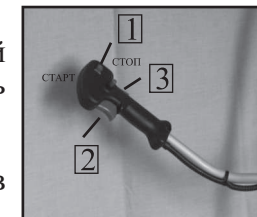

рис.7
8.2.2 Снимите крышку воздушного фильтра 1 (рис.7), аккуратно потянув её на себя. Извлеките поролоновый воздушный фильтр 2 (рис.13).
а) Переведите выключатель зажигания 1 (рис.7) в положение “СТАРТ”;